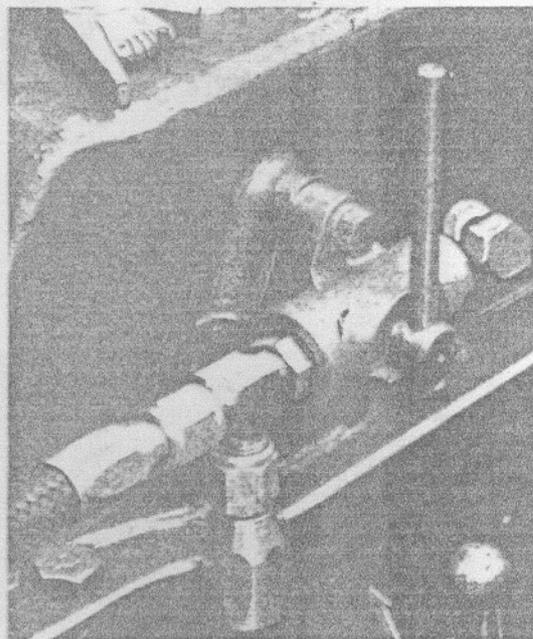

Fig. 52
- Positionner verticalement la manette du « robinet distributeur » (à gauche du couvercle de relevage) (fig. 52).
- Par mesure de sécurité, il est conseillé de ramener la manette du robinet distributeur à la verticale (fig. 52).
- Si le tracteur est équipé avec le robinet distributeur, laisser la manette à la verticale (voir fig. 52).